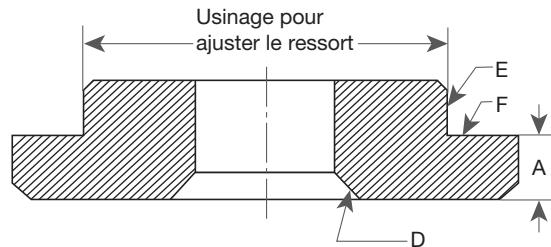

Figure 43 : Soupapes F, G, H de rondelle élastique inférieure
1. Sécuriser le tuyau d'échappement (40) dans la base (1) en augmentant ou en le sertissant dans le trou prévu. L'extrémité supérieure du tube éjecteur doit projeter au-dessus de la surface de guidage de la base à environ 0,125" (3,18 mm) et l'extrémité inférieure doit pointer directement ou carrément vers la sortie de la soupape. Une fois la soupape assemblée, le trou au niveau du bord extérieur de la bride de guidage doit être adapté de manière lâche autour de la projection du tube éjecteur.
2. Pour les orifices de soupape F, G et H seulement, usiner la nouvelle rondelle élastique inférieure (17) (voir Figure 43 et Tableau 21).
Remarque : Si indiqué sur les surfaces D et E (voir la Figure 43), la fin de réseau au niveau de la surface F ne doit pas dépasser 0,005" (0,127 mm) sur l'indicateur.
Remarque : Lorsque cela est indiqué sur les surfaces D et E (voir la Figure 43), le faux-rond au niveau de la surface F ne doit pas dépasser 0,005" (13 mm) sur l'indicateur.
Broches d'assemblage : deux broches d'assemblage servent à retirer le disque (6) du porte-disque (8) (voir la Figure 43 et le tableau 25a).